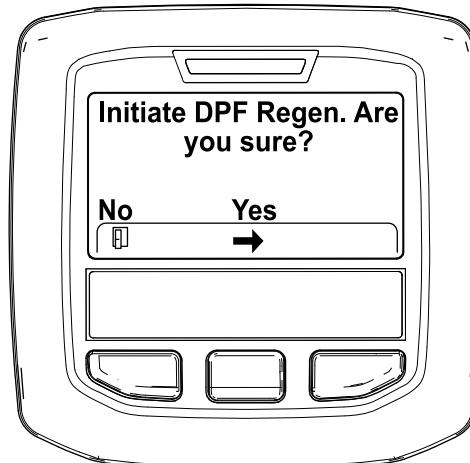

Figura 45
- Quando surge a mensagem “Initiate DPF Regen. Are you sure?” (Iniciar Regen. DPF. Tem a certeza?), prima o botão central (Figura 45).